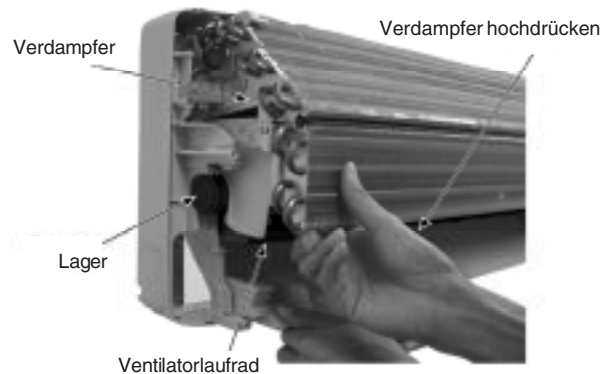

Abb. 9
- Der Verdampfer wird nach oben gedrückt, so daß das Ventilatorlaufrad herausgezogen werden kann. Jetzt kann auch der Ventilatormotor herausgenommen werden (Abb. 9).